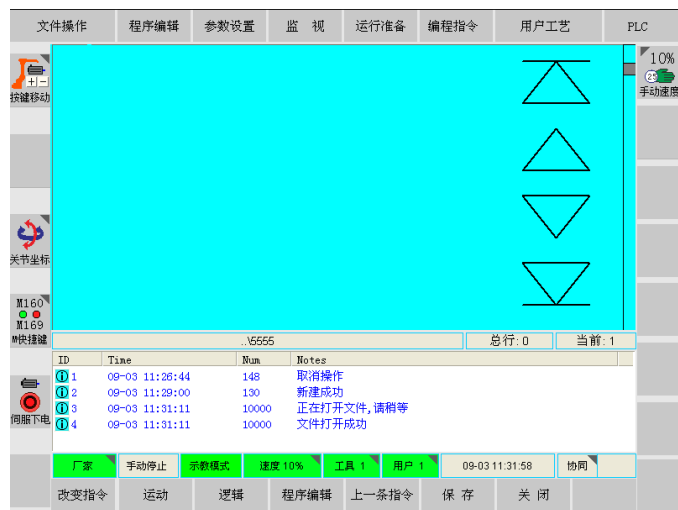

图 5.4
1、点击子菜单区【打开】图标，打开5555程序后，进入程序编辑界面，如图5.4所示。